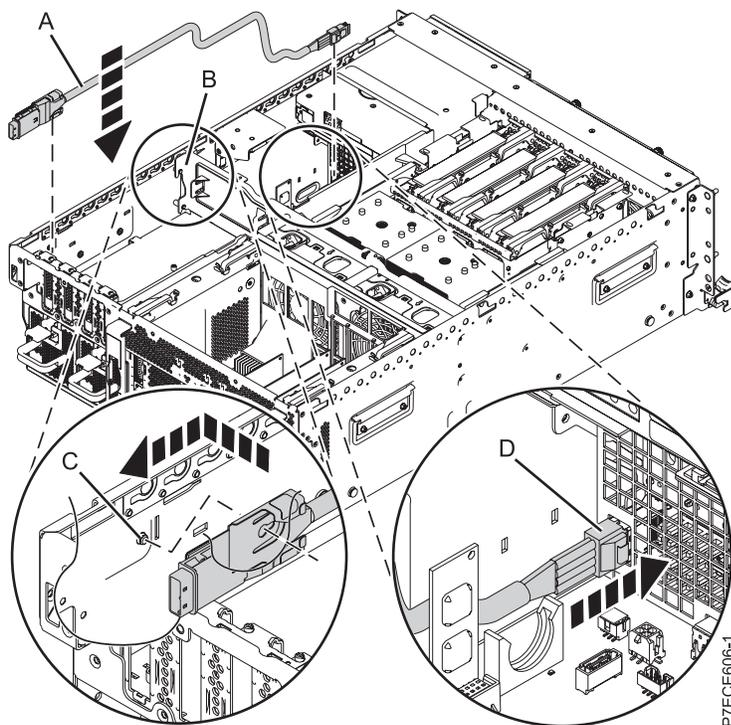

Figure 39. Remplacement du câble SAS
3. Connectez le capuchon SAS du câble SAS (A) au port de connexion SAS externe situé à l'arrière du fond de panier système jusqu'à ce qu'il s'enclenche (voir figure 39).
4. Disposez le câble (A) à plat près de la paroi latérale et faites-le glisser via l'équerre centrale (B) vers le port de connexion SAS sur le fond de panier de l'unité de disque.
5. Poussez le capuchon SAS (D) dans le port de connexion SAS sur le fond de panier de l'unité de disque jusqu'à ce qu'il s'enclenche.